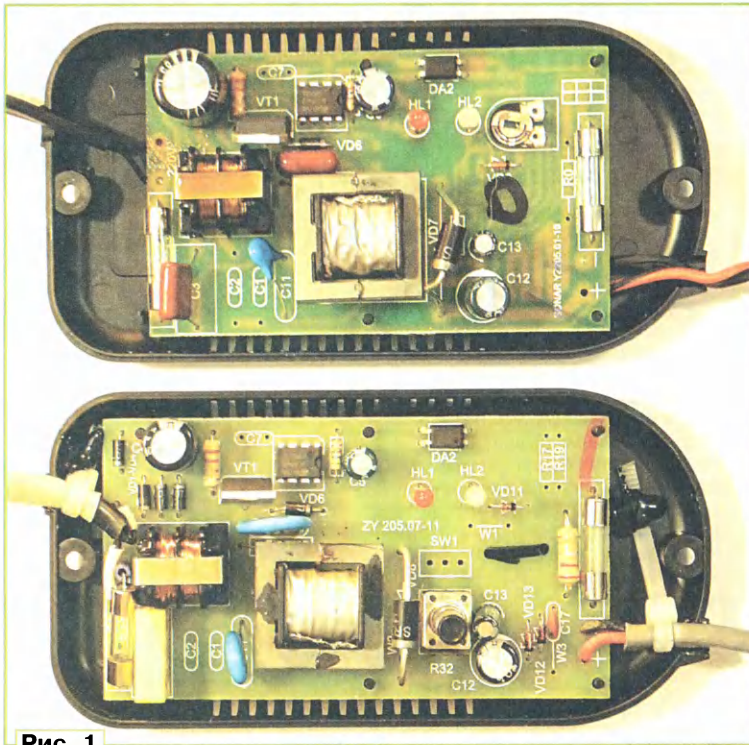

Рис. 1
На рис. 1 внизу показан вид на монтаж этого ЗУ после ремонта и доработки, а сверху — аналогичного ЗУ "Сонар УЗ 205.01" как есть, т. е. в состоянии поставки. Проверка деталей задымивше-
Был и другой дефект в монтаже сетевого шнура: расстояние между контактами для припайки сетевых проводов составляло всего 2 мм, что таило в себе большую опасность самовозгорания платы. Чтобы этого не случилось, один из сетевых проводов был перепаян таким образом, что минимальное расстояние между сетевыми контактами увеличилось до 7 мм (для этого пришлось приподнять над платой плавкую вставку F1, а лишнюю часть печатного проводника удалить). В завершение на обе пары проводов (сетевых и идущих к аккумуляторной батарее) надеты пластиковые трубки, после чего они надёжно закреплены в корпусе, как показано на нижнем фото рис. 1.
2. Сетевой провод питания и провод для подключения к аккумуляторной батарее были припаяны непосредственно к контактным площадкам печатных проводников (предусмотренные для них отверстия в плате не использовались, что хорошо видно на верхнем фото рис. 1), при этом к корпусу ЗУ эти провода ничем не крепились, готовые оторваться в любой момент вместе с печатными проводниками. При доработке оба провода были пропущены через предназначенные для них отверстия в плате и только затем припая-
6. Импульсный трансформатор изготовлен небрежно. Ферритовый магнитопровод свободно болтался в каркасе катушки. Дефект устранён приклеиванием магнитопровода к каркасу моментальным цианакриловым клеем. Во втором ЗУ (верхнее фото на рис. 1) магнитопровод трансформатора был склеен с большим перекосом и также не зафиксирован в катушке и не обмотан "традиционным" китайским жёлтым скотчем. Кроме того, этот магнитопровод из электропроводного феррита одной стороной соприкасался с выводом диода Шоттки VD8, а другой "тёрся" о сгоревший в первом ЗУ плёночный конденсатор C10. Если бы и во втором ЗУ C10 успел сгореть, то сетевое напряжение могло бы попасть во вторичную цепь.
рис. 1 не показан). Температура корпуса транзистора понизилась примерно до 75 °С при комнатной температуре 28 °С. Такой высокий нагрев высоковольтного транзистора намекает на низкое качество феррита импульсного трансформатора, который, кстати, также очень сильно нагревается.